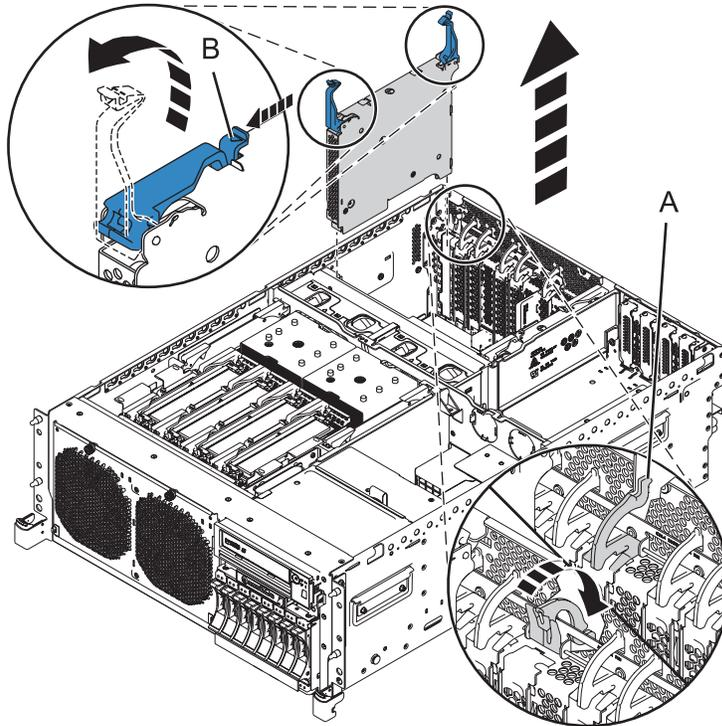
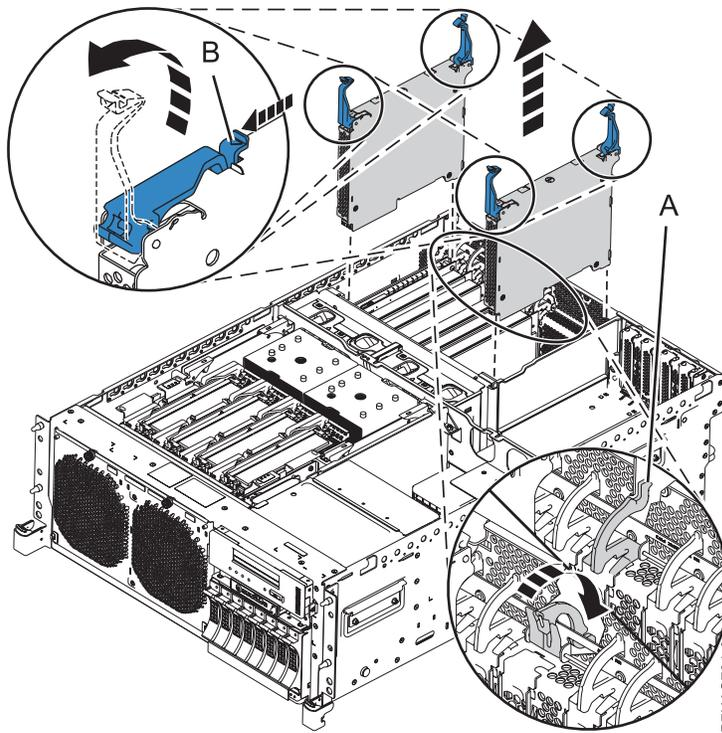

Figura 7. Extracción del adaptador GX de un sistema 8202-E4B o 8205-E6B montado en bastidor
Figura 8. Extracción del adaptador GX (FC EJ03) de un sistema 8202-E4C, 8202-E4D, 8205-E6C o 8205-E6D montado en bastidor
12. Con el sistema en la posición de servicio, extraiga el conjunto del adaptador existente como se muestra en Figura 7 en la página 10 y Figura 8 en la página 10. Desbloquee el pestillo situado sobre la ranura del adaptador (**A**) tirando del pestillo hacia la parte posterior del sistema.